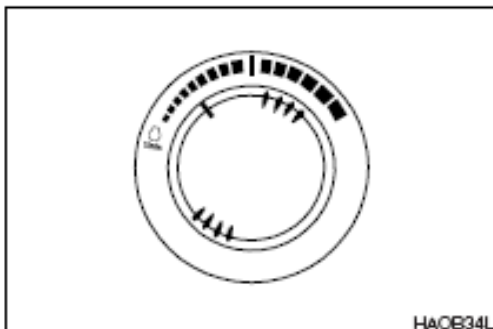

Figura 3
2. Ajuste el dial de control de la velocidad del motor de manera que sobrepase ligeramente las rpm's mínimas (Figura 3).